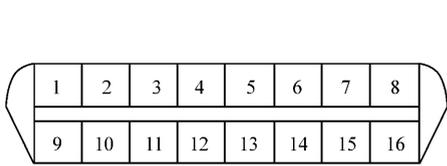
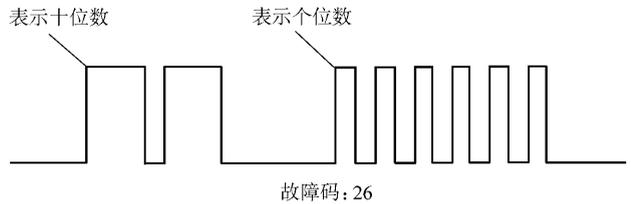

图 5-6 三菱轿车诊断连接插头端子
图 5-7 利用 N 档指示灯显示的故障码实例
1) 利用 N 档指示灯读取故障码。切断点火开关。用跨接线使数据连接插头 (DLC) 的 1 号端子接地。如图 5-6 所示。接通点火开关，观察仪表板上 N 档指示灯闪烁显示的二位数故障码，如图 5-7 所示。